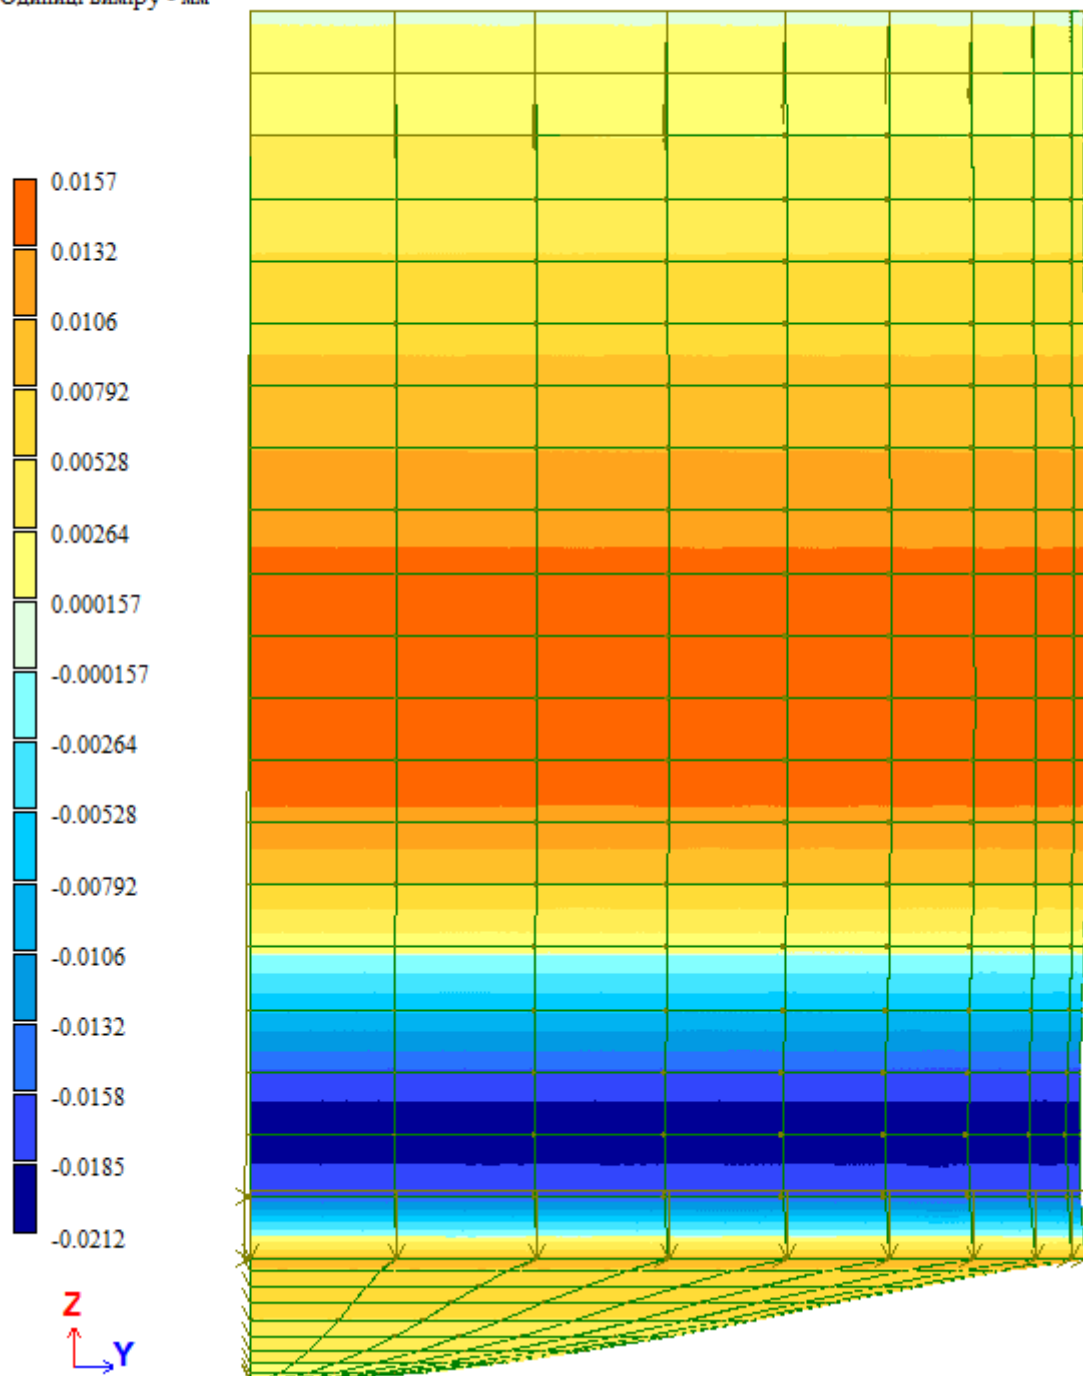

Рис. 6.18. Ізополю переміщень за напрямом локальної осі X в елементах стінки резервуара
- Для представлення розрахункової схеми в проекції на площину YOZ (рис. 6.18), натисніть на кнопку  – **Проекція на YOZ** на панелі інструментів **Проекція**.